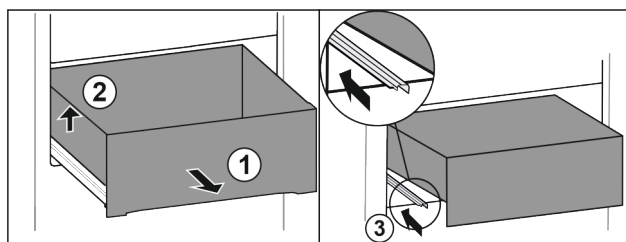

Fig. 14
- Вытяните выдвижной ящик полностью Fig. 14 (1).
- Приподнимите выдвижной ящик слева Fig. 14 (2).
- Вставьте левую направляющую Fig. 14 (3).